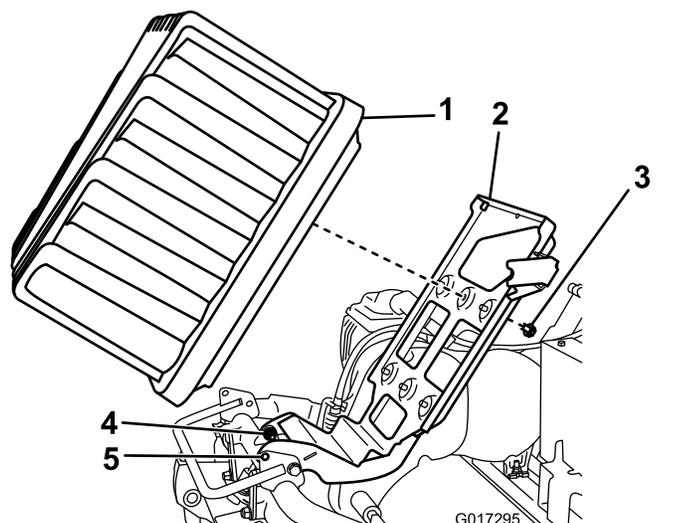

Figura 11
5. Desaperte os dois parafusos/duas porcas com meia volta cada (Figura 11).
6. Eleve a plataforma da bateria até que os furos de bloqueio na base e estrutura fiquem alinhados (Figura 11).